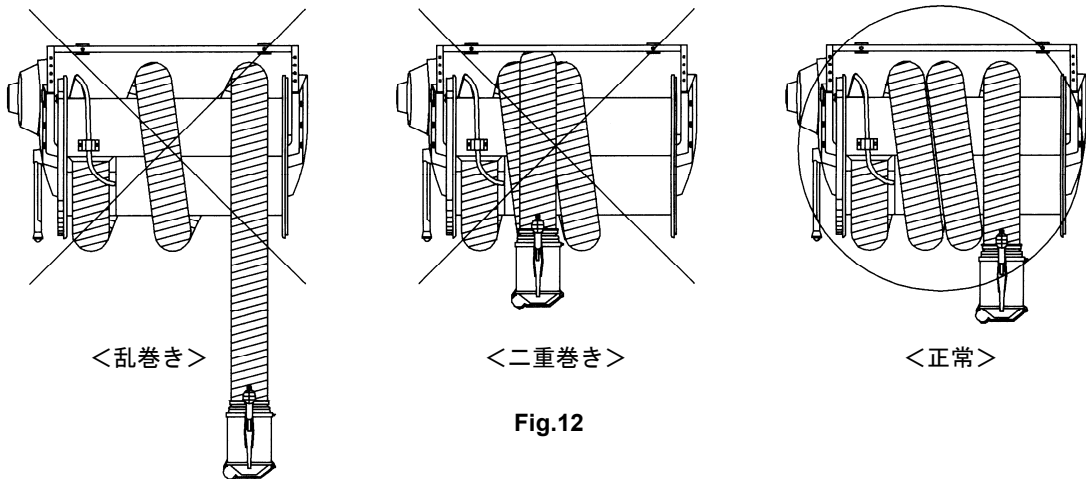

Fig.12
- ❗ - 排気ホースを上昇させる際は、ドラムに乱巻きや二重巻きにならないように巻き付けてください。排気ホースが正常に巻き取られていないと、垂れ下がった排気ホースやラバーノズルが車両などに接触し、損傷の原因になります。(Fig.12)